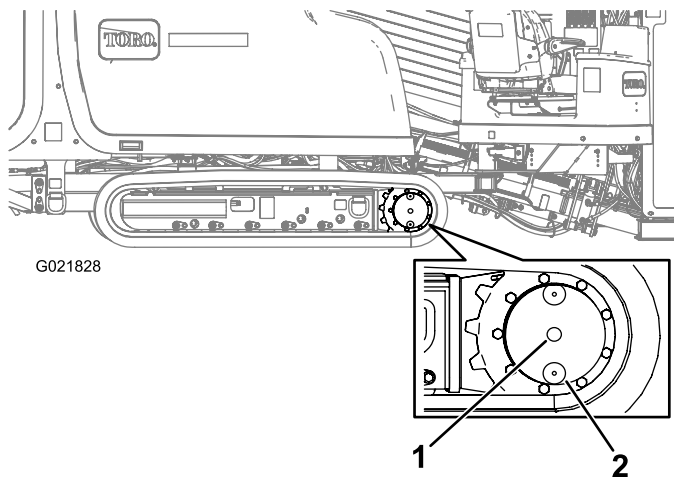

Рисунок 95
2. Очистите поверхность вокруг контрольной пробки уровня масла с помощью очищающего растворителя (Рисунок 95).
3. Поверните планетарную передачу так, чтобы контрольная пробка уровня масла и пробка слива масла были расположены вертикально относительно земли (в положении «на 6 часов»), как показано на Рисунок 95.
4. Отверните контрольную пробку уровня масла (Рисунок 95).
2. Очистите поверхность вокруг контрольной пробки уровня масла (Рисунок 95).
3. Поверните планетарный редуктор так, чтобы пробка маслосливного отверстия находилась прямо под контрольной пробкой уровня масла (Рисунок 95).